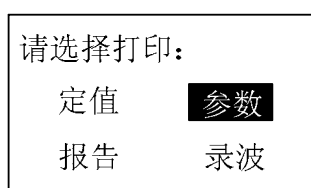

图 7-19 打印子菜单
7.2.9 “打印”: 通过该菜单可实现装置打印功能, 该菜单分四个子菜单 (见图 7-19), 分别打印出装置定值 (包括软压板信息)、参数 (包括装置参数、出口配置参数及通讯参数)、报告、录波。